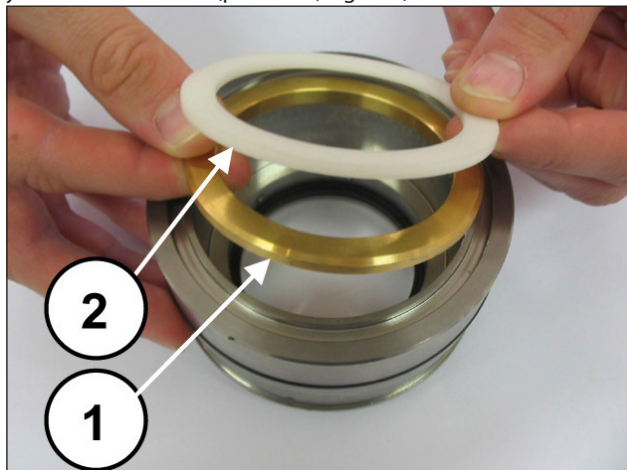
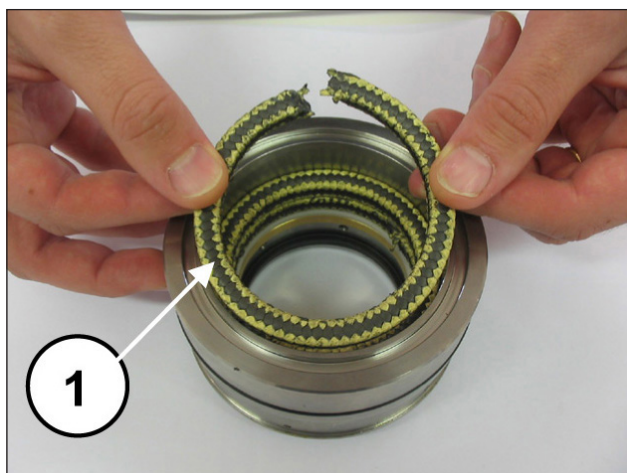
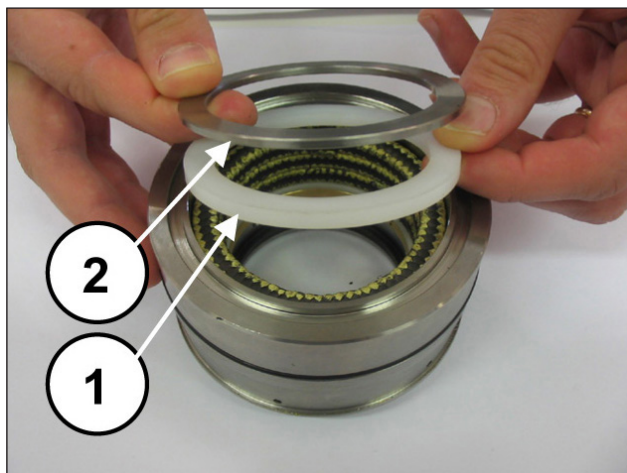

Fig. 153
Fig. 154
Fig. 155
Montar el anillo de soporte, el anillo antiextrusión (pos. ①②, Fig. 153), los 3 anillos junta KC de manera que los cortes formen un ángulo de 120° (pos. ①, Fig. 154), el anillo de retén y el anillo del muelle (pos. ①②, Fig. 155).